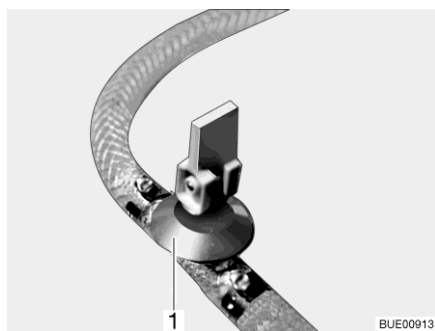
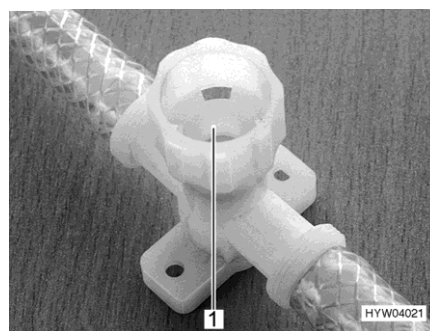

Fig. 267 Llave de desagüe (con balancín)
Fig. 268 Llave de desagüe (con tapa giratoria)
- Abrir todas las llaves de desagüe. Para esto, poner el balancín de la llave de desagüe (Fig. 267,1) en posición vertical o girar la tapa de la llave de desagüe (Fig. 268,1) en sentido contrario a las agujas del reloj.